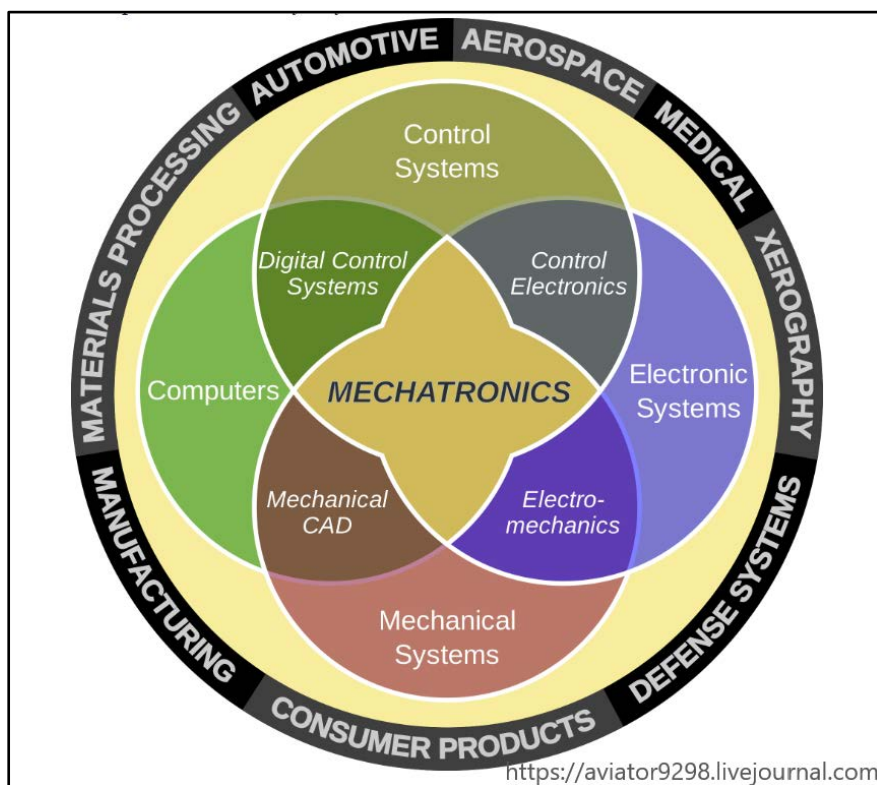

Рис. 1.4. На диаграмме Эйлера с веб-сайта RPI представлены области, из которых состоит мехатроника
4. Рассмотрите ассоциативную эмблему (рис. 1.4.) и расскажите что входит в понятие “Мехатроника”. Расскажите о разделах, которые она в себя включает, для каких целей используется. Расскажите какой раздел мехатроники интересует лично вас, объясните почему: